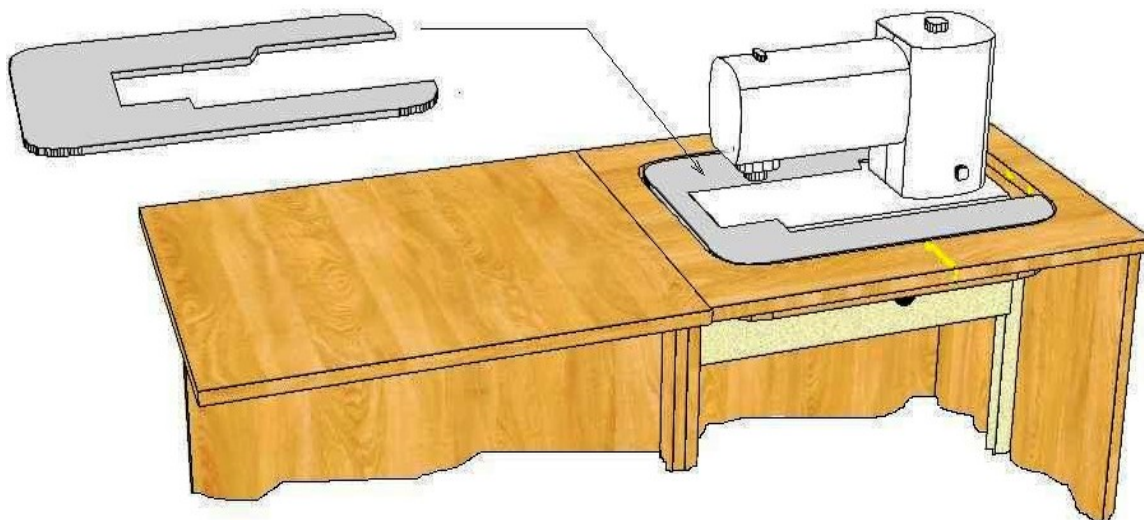

Рис.4
****Внимание!** Акриловая вставка, устанавливаемая на стол при втором рабочем положении швейной машины, внесет дополнительный комфорт в Вашу работу (см. рис.4).*